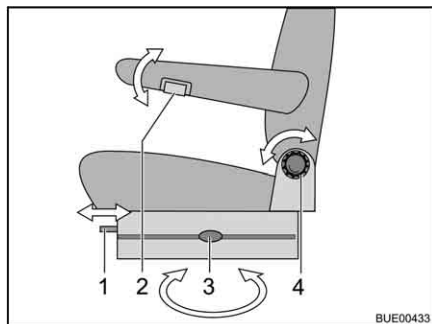

Fig. 18 Siège conducteur et siège passager
- Tirer le levier de déverrouillage (Fig. 18,1) vers le haut. Le siège peut être déplacé vers l'avant ou vers l'arrière.
- Tirer le levier de déverrouillage (Fig. 18,3) vers le haut. Le siège est libéré du dispositif de blocage. Le sens de pivotement est au choix. Le blocage des sièges n'est possible que dans le sens de la marche.
- Tourner la poignée (Fig. 18,4). L'inclinaison du dossier peut être modifiée.
- Pour un réglage précis, tourner le volant (Fig. 18,2) vers le haut ou vers le bas.